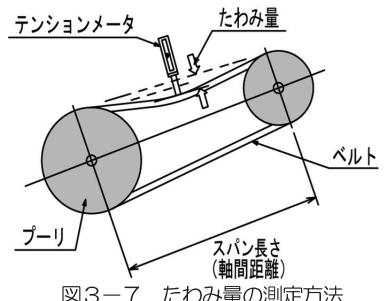

図3-7 たわみ量の測定方法
- ・適切な張りになるよう、テンションメータを使用し、空気調和機本体に貼り付けてあるラベルの値を参考にして調整してください。(図3-7参照)